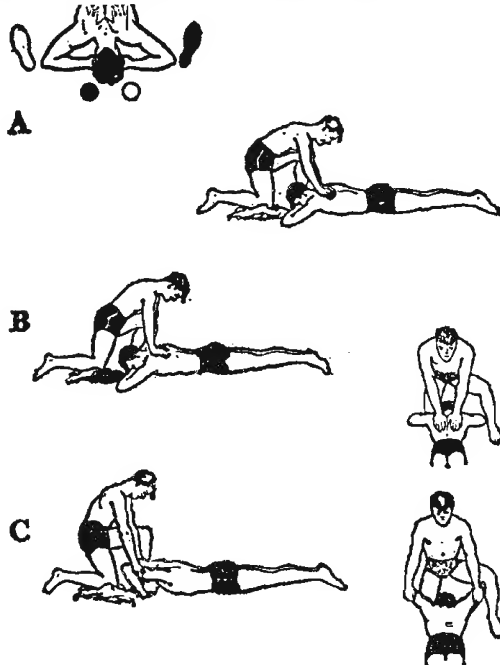

Figura 4 - Respirazione artificiale con il metodo Holger Nielsen.
b) ci si pone a capo del paziente, con un ginocchio poggiato a terra vicino alla sua testa e l'altra gamba piegata, e si poggiano le mani sulla parte inferiore delle sue scapole, con le dita aperte ed i pollici a contatto sulla linea mediana (figura 4-A);
c) piegandoci con il busto in avanti, a braccia tese, si esercita lentamente una leggera pressione sul dorso del paziente, contando «uno» «due» «tre» per fare uscire l'aria dai suoi polmoni (figura 4-B);
e) si sollevano le braccia del paziente, tirandole leggermente verso di noi e quasi a volerle congiungere i gomiti, fino a quando non si avverte resistenza, contando «cinque» «sei» «sette» per far riempire d'aria i polmoni della vittima (figura 4-C);